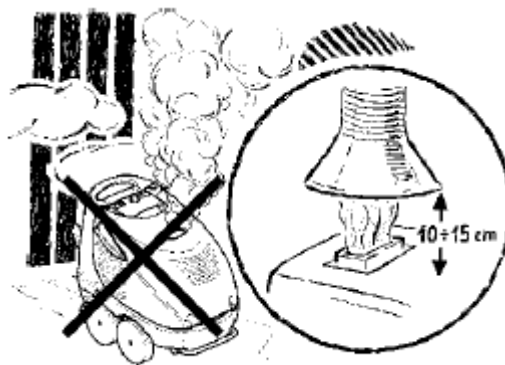

рис.9
12. Для вывода из аппарата продуктов горения топлива во время работы используйте вытяжку отработанных газов. Использование аппарата в закрытом помещении без вытяжки может привести к отравлению людей угарным газом (рис.9)